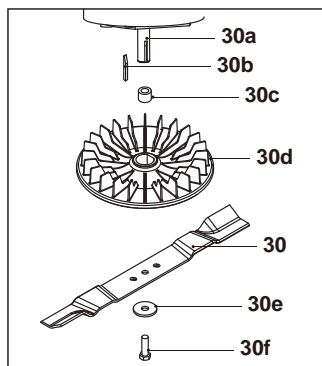

Fig. 30
1. Maintenir le dessous du produit et le dispositif de coupe (30) propres et exempts de débris. Retirer l'herbe coupée de la goulotte d'évacuation (31).
3. Garder le dispositif de coupe (30) aiguisé pour conserver de bonnes performances de coupe. Si le dispositif de coupe est usé ou endommagé, le remplacer par un nouveau dispositif de même type ou demander à un spécialiste qualifié de l'aiguiser.
4. Desserrer le boulon hexagonal (30f) dans le sens inverse des aiguilles d'une montre à l'aide d'une clé adaptée et le déposer avec la bride de blocage (30e), le dispositif de coupe (30), le support (30d), la bague (30c) et la goupille (30b) (Fig. 30).
6. Lubrifier le dispositif de coupe (30) après chaque utilisation pour prolonger la durée de vie du dispositif de coupe et du produit. Appliquer une huile machine légère le long du tranchant du dispositif de coupe.